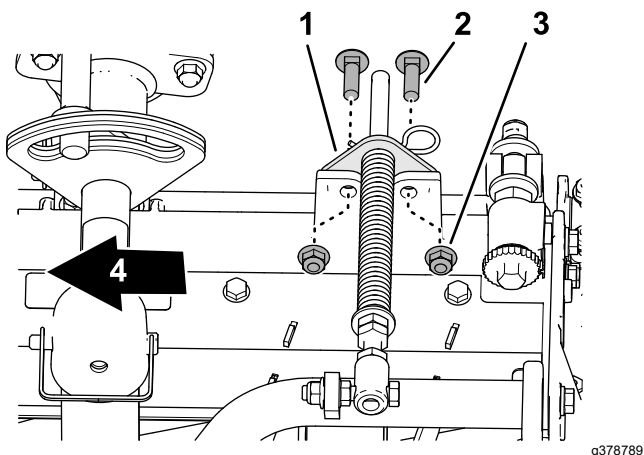

Bild 21
5. Richten Sie die Löcher in der Halterung der Rasenkompensierung an den Löchern im Rahmen des Mähwerks aus (**Bild 21**).